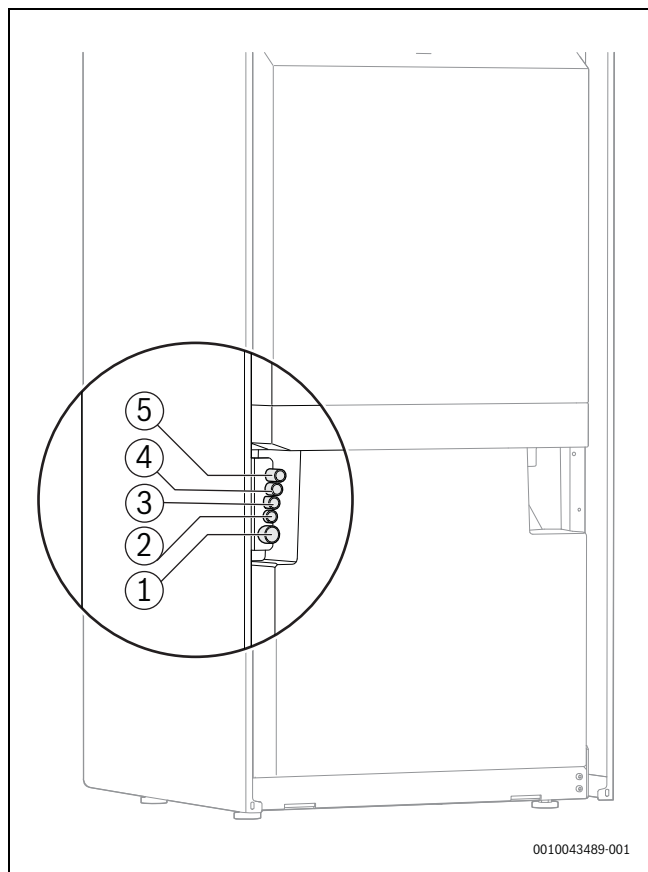

Fig. 27 Vista posteriore: passacavo del cavo di rete nell'unità interna
- ▶ Usando un cavo pilota condurre il cavo di rete sul retro dell'unità interna verso la scatola elettronica. Controllare la corretta associazione del cavo di rete con il corrispondente canale passacavi (→ Fig. 27).